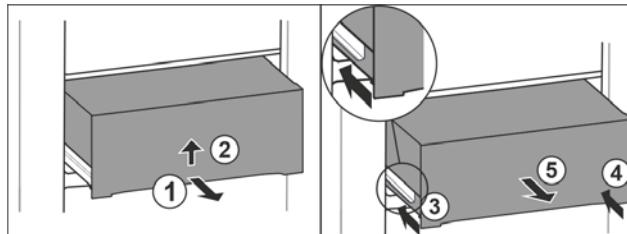

Fig. 64
- Вытяните выдвижной ящик наполовину. Fig. 64 (1)
- Поднимите выдвижной ящик за нижнюю часть. Fig. 64 (2)
- Вставьте левую направляющую. Fig. 64 (3)
- Вставьте правую направляющую. Fig. 64 (4)
- Извлеките выдвижной ящик движением вперед. Fig. 64 (5)